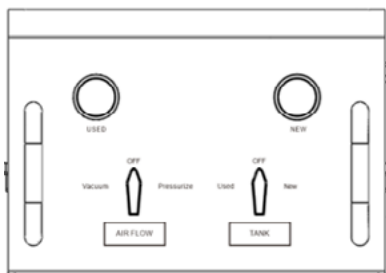

Fig 1.
1. Posição inicial (Fig.1, Fig. 2, todas as válvulas fechadas)
4. Coloque ambas as válvulas do painel na posição "OFF" (Fig.1) e mantenha aberta a válvula do tubo de fluido usado (Fig. 7), para manter a pressão de vácuo no sistema de refrigeração do veículo. Monitorize o manômetro do depósito usado para efetuar uma análise de fugas do sistema de arrefecimento.